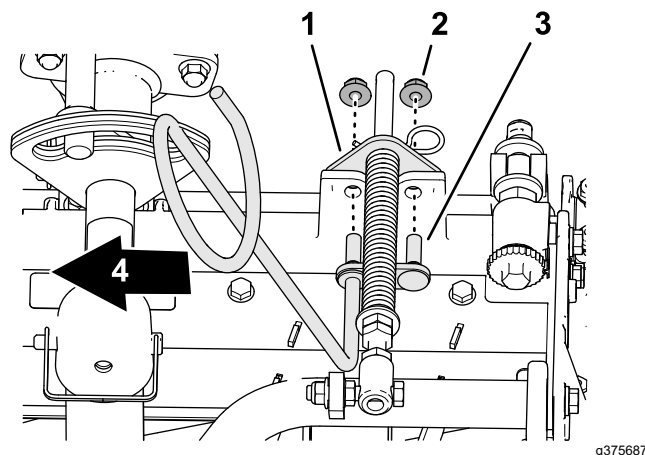

Figura 11
5. Alinee los espárragos de la guía de mangueras izquierda con los orificios del bastidor de la unidad de corte y del soporte del muelle de compensación (**Figura 11**).